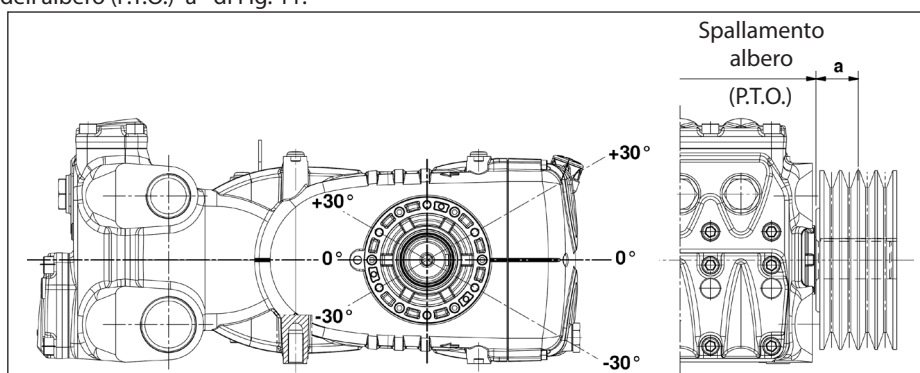

Fig. 11
La trasmissione è considerata adeguata se tale carico è applicato ad una distanza massima **a = 40 mm** dallo spallamento dell'albero (P.T.O) come indicato in Fig. 11.
- b) Utilizzare cinghie ad alto rendimento - per esempio **XPB** invece di **SPB** - in quanto risulterà necessaria una quantità inferiore di cinghie a parità di potenza trasmessa ed una conseguente distanza inferiore della risultante rispetto allo spallamento dell'albero (P.T.O.) "a" di Fig. 11.
- e) Seguire la direzione del tiro cinghia come indicato in Fig. 11 per esigenze diverse contattare l'**Ufficio Tecnico o Servizio Assistenza Clienti**.